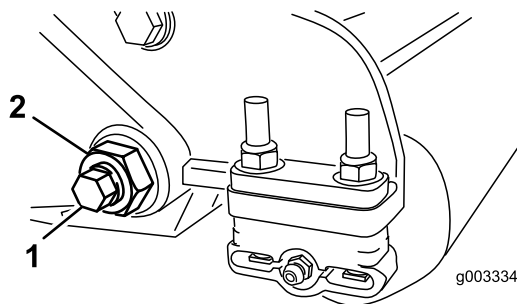
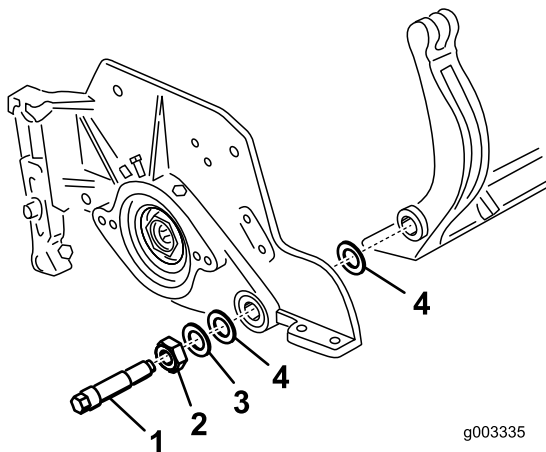

Figura 2
Figura 3
5. Su ciascun lato della macchina, allentate il dado di bloccaggio che fissa il bullone della barra di appoggio (Figura 2).
6. Togliete ciascun bullone della barra di appoggio consentendo alla barra di appoggio di essere tirata verso il basso e rimossa dal bullone della macchina (Figura 2). Considerate 2 rondelle in nylon e 1 rondella in acciaio stampato su ciascun lato della barra di appoggio (Figura 3).
9. Fissate la barra di appoggio su ciascuna piastra laterale mediante gli appositi bulloni (dadi sui bulloni) e 6 rondelle. Una rondella in nylon deve essere posizionata su ciascun lato della flangia di estremità della piastra laterale. Posizionate una rondella in acciaio all'esterno di ciascuna rondella in nylon (Figura 3). Serrate i bulloni a 37-45 Nm. Serrate i dadi di bloccaggio finché la rondella in acciaio esterna non cesserà di ruotare e il gioco di estremità verrà eliminato, ma non serrate eccessivamente o non deviate le piastre laterali. Le rondelle all'interno possono avere un gioco.